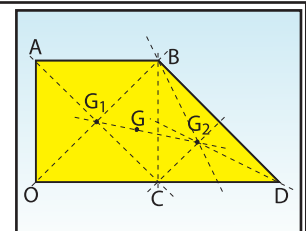

Fig. 21
- Décomposons le trapèze en deux solides accolés : le carré OABC de masse m_1 et le triangle BCD de masse m_2 (Fig.21);